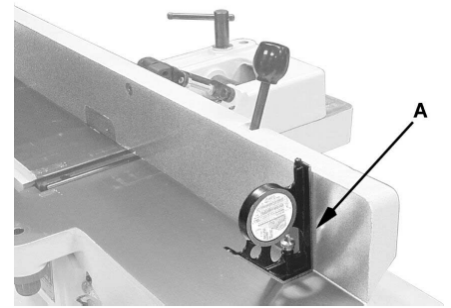

Рис. 25
5. Поместите инструмент для измерения угла на стол и на упор, чтобы проверить правильность установки угла 90° (A, рис. 25).
6. Если упор находится не под прямым углом по отношению к столу, ослабьте фиксатор (J), ослабьте шестигранную гайку (F), и вращайте стопорный болт (E) до тех пор, пока угол между упором и столом не составит 90° .
7. Затяните стопорную гайку (F) чтобы зафиксировать угол. Затяните фиксатор (J).